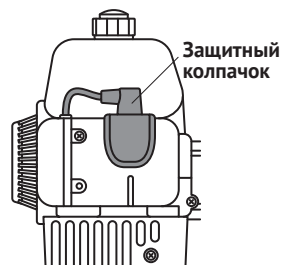

Рис. 14
1. Снимите защитный колпачок (рис. 14) и удалите грязь с основания свечи зажигания и прилегающих поверхностей.